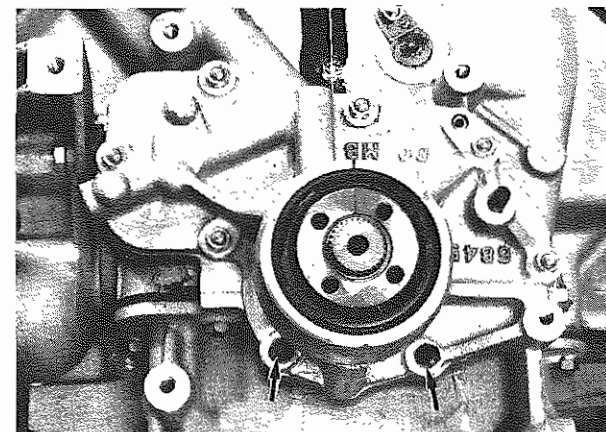

Fig. 84 - Viti di fissaggio
- Estrarre le viti inferiori di fissaggio sul coperchio anteriore (**Fig. 84**).
- Take out lower fixing screws on the front cover (**Fig. 84**).